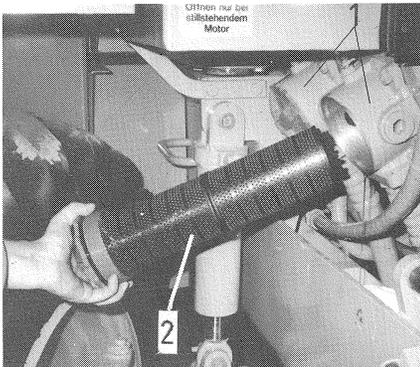

Bild 45
Im Hydraulikölbehälter befinden sich zwei Saugfilter (Bild 45/1).
- Filtereinsatz komplett mit Filterdeckel herausziehen (Bild 45/2) und außerhalb des Schwenkladers weitere Tätigkeiten durchführen.